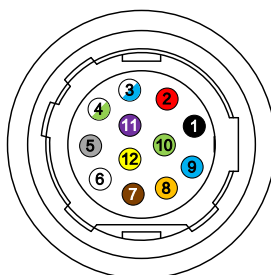

图4-2 12-pin 接口
相机的电源及 I/O 接口为 12-pin P10 接口，如 图4-2 所示，管脚定义如 表4-2 所示。
- 图 4-2 与表 4-2 中所示线芯仅为本公司销售的线缆线序以及对应的线芯颜色，若线缆不是从本公司购买，请以实际线序以及对应线芯颜色为准。